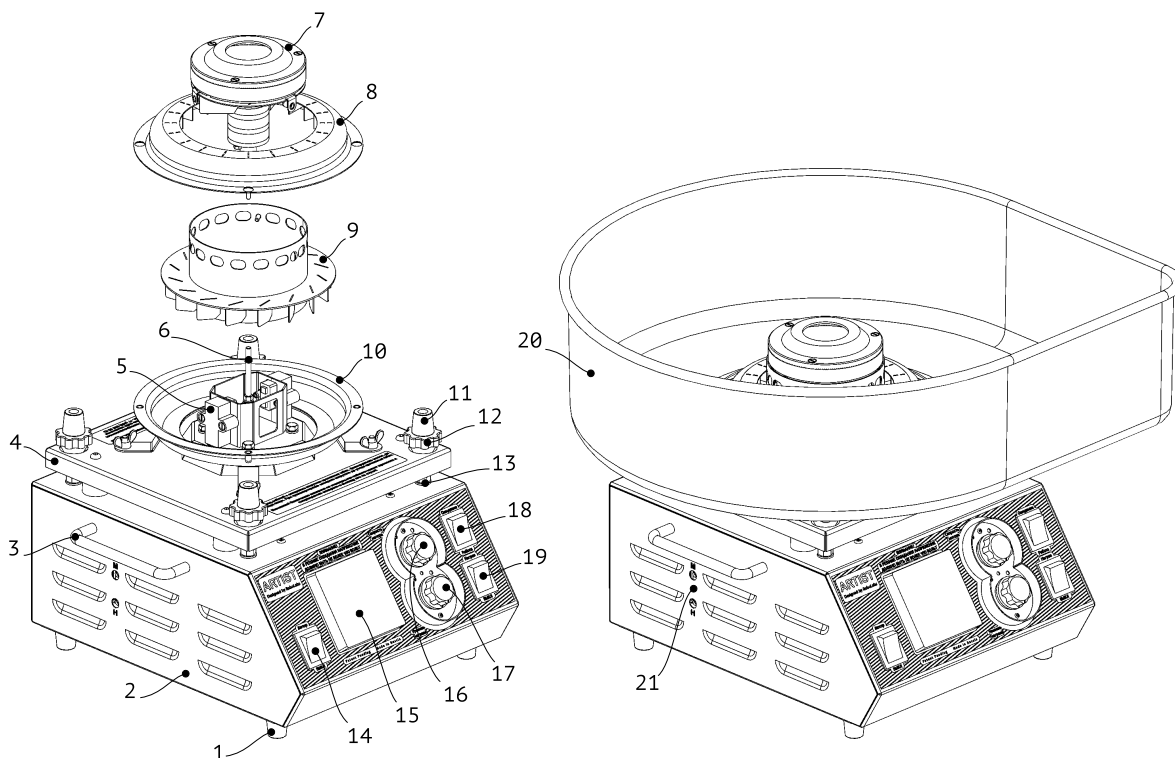

Рисунок 1
Изделие включает в себя следующие основные компоненты, см. Рис. 1.
5. Выкрутите все четыре транспортировочных гайки (Рис. 1 поз. 12) вверх до касания опор для ловителя (Рис. 1 поз. 11).